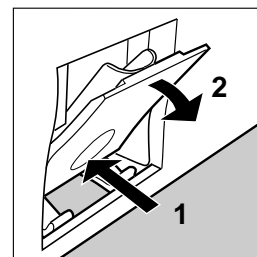

Рис. 4
— При толщине инея более 5 мм следует разморозить отделение. Следуйте порядку: установите термостат **С** в положение ● — это заморозит находящиеся продукты еще сильнее. Через 24 часа переведите термостат в положение , а ручку **F** в положение **Stop**. На время размораживания заверните замороженные продукты в несколько слоев газет и поместите их в холодное место или в холодильное отделение. Оставьте дверцу морозильного отделения открытой для того, чтобы иней растаял быстрее; для ускорения размораживания поместите в морозильник кастрюлю с горячей водой. Холодильник имеет специальный дренаж для отвода воды при оттаивании морозильного отделения; извлеките заглушку и поместите под отверстие подходящую емкость для сбора образующейся воды (Рис. 4 и 5).
- Замена лампы освещения. Лампа находится на задней стороне корпуса термостата. Выверните винт **В**, извлеките лампу **А** и замените ее аналогичной с мощностью 15 Вт (см. Рис. 4).